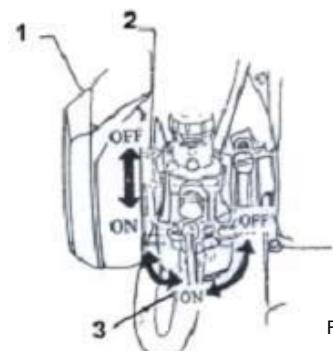

Fig.8
- Για υγρό ψέκασμα σβήστε τον διακόπτη και γεμίστε το δοχείο όπως Fig.8.
- Ρυθμίστε το διακόπτη του καυσίμου στη μέση. Fig.8
- Fig.8: